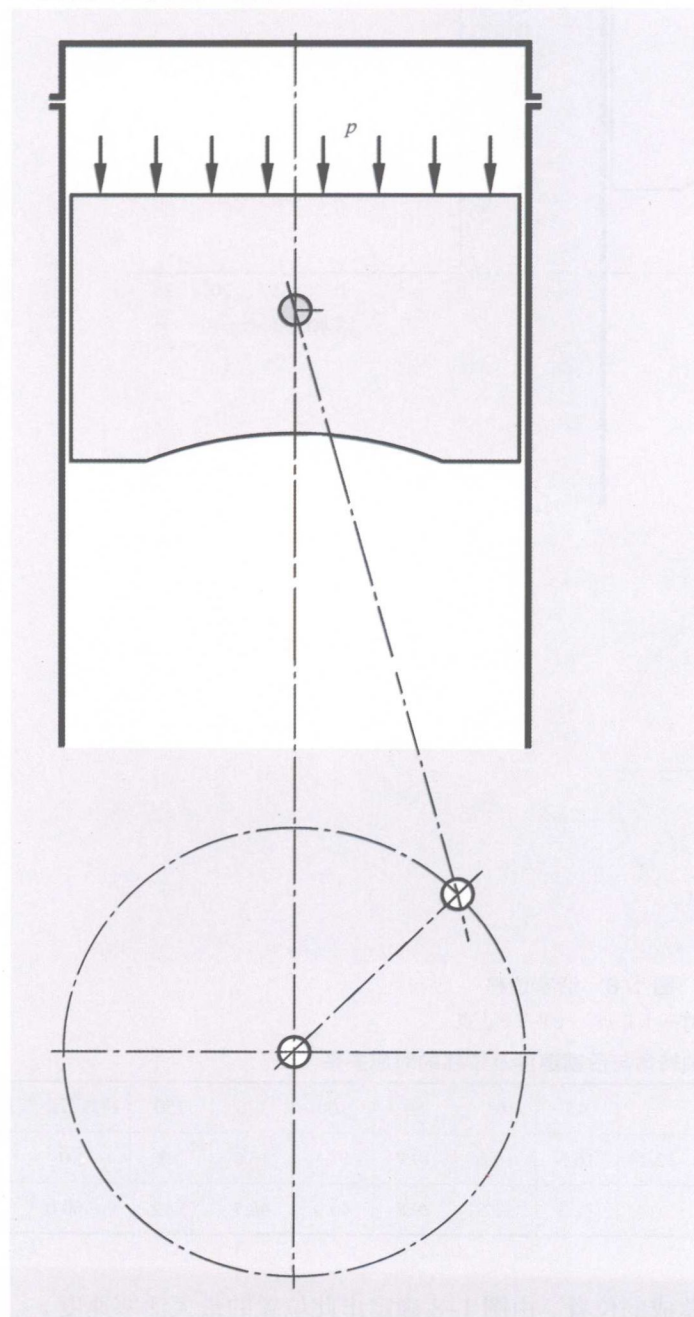

图 1-9 作用在曲轴活塞连杆总成上的力
2. 在图 1-9 中, 在活塞销轴线上以力箭头表示出活塞力 F 并利用力平行四边形法则计算出连杆力 F_{pl} 和活塞侧向力 F_N 。
3. 如图 1-9 所示, 把连杆力移到曲柄轴颈中心上并利用力平行四边形法则计算此处的旋转力 F_T 和径向力 F_{rad} 。